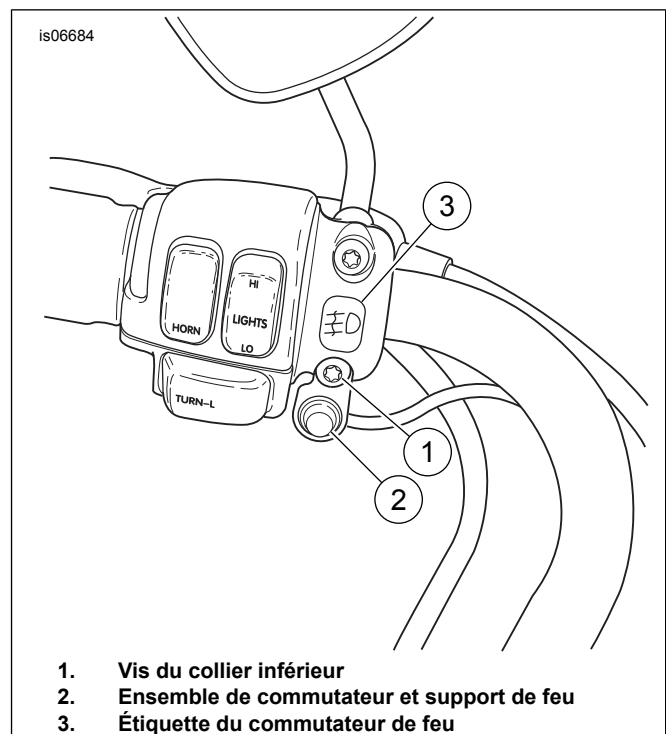

Figure 5. Installer le commutateur de feu (modèles de 1996 et plus récents illustrés)
17. Voir Figure 5. Retirer la vis inférieure (1) et la rondelle du collier de commande d'embrayage et installer l'ensemble de commutateur de feu et de support (2). Installer la vis et la rondelle et serrer à un couple de 7–9 N·m (60–80 in-lbs).